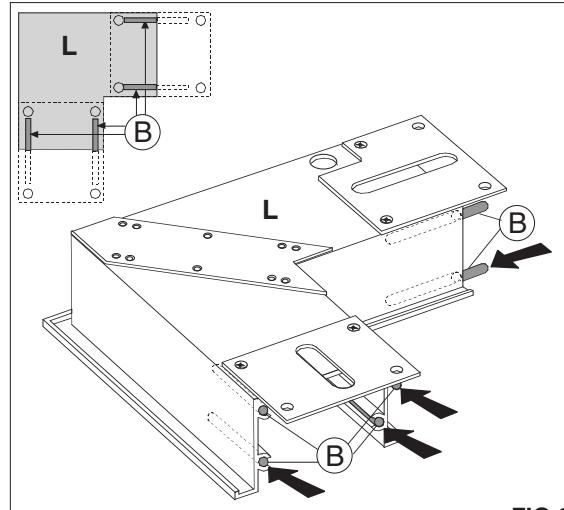

FIG.6
- Inserire n°4 spine (B per lato), completamente nell'estruso corpo angolare.**FIG.6**